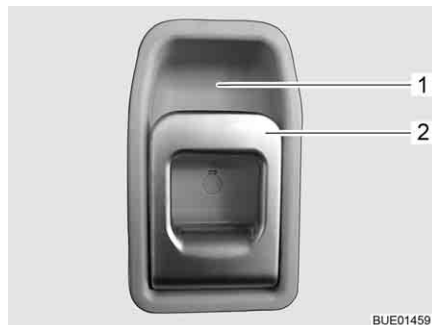

Bild 59 Türschloss Eingangstür, innen
- Am Griff (Bild 59,2) ziehen. Das Türschloss wird entriegelt.
- Den Griff (Bild 59,2) oben in Richtung Griffschale (Bild 59,1) drücken.